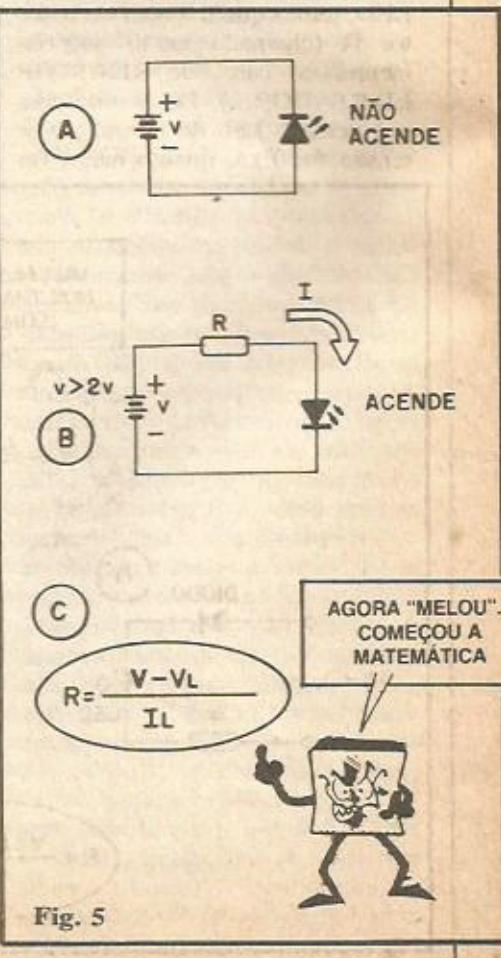

Fig. 5
- FIG. 5-A - Recapitulando: quando inversamente polarizado, o LED não acende. Além disso, se a tensão V for maior do que o limite VR (máxima tensão reversa), o LED não acenderá "nunca mais" (lixo com ele...).
- FIG. 5-B - Para acender um LED, precisamos de um fonte de corrente cuja tensão seja superior (ou pelo menos igual...) ao parâmetro de VL (tensão direta), que já pa-
FIG. 5-C - A formuleta, para todo mundo guardar direitincho... Voltando ao exemplo (fig. 5-B), se a tensão disponível for de 6V, e a corrente de funcionamento forem os típicos 20mA, o cálculo ficará assim: